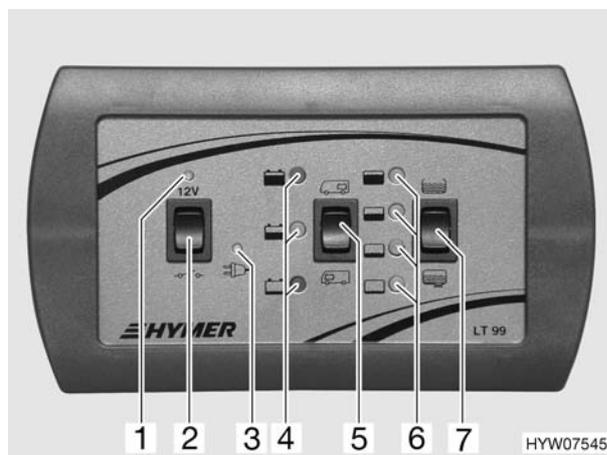

Fig. 53 Pannello di controllo
La centralina elettrica funziona solo in collegamento con il pannello di controllo (Fig. 53).
- Se necessario, inserire brevemente l'alimentazione a 12 V mediante l'interruttore principale 12 V (Fig. 53,2). Ciò è possibile solamente se la tensione della batteria è maggiore di 11 V. Se la tensione è minore di tale valore, l'alimentazione a 12 V può essere riaccesa solamente dopo che la batteria dell'abitacolo è stata ricaricata.
L'interruttore principale a 12 V (Fig. 53,2) inserisce o interrompe l'alimentazione a 12 V dell'abitacolo.
- Premere in alto l'interruttore a bilico (Fig. 53,2) "12 V": l'alimentazione a 12 V dell'abitacolo è inserita. La luce spia a 12 V (Fig. 53,1) diventa verde.
- Premere in basso l'interruttore a bilico (Fig. 53,2) "⏏": l'alimentazione a 12 V dell'abitacolo è disinserita. La luce spia (Fig. 53,1) si spegne.
Con l'interruttore a bilico di indicazione della batteria (Fig. 53,5) è possibile verificare lo stato di carica della batteria dell'abitacolo e di avviamento.
Dopo aver premuto l'interruttore a bilico, si accende la luce spia rossa, gialla o verde (Fig. 53,4).
L'interruttore a bilico di indicazione del livello dei serbatoi (Fig. 53,7) consente di verificare il livello del serbatoio dell'acqua e quello delle acque grigie.
Dopo aver premuto l'interruttore a bilico, si accende un LED (Fig. 53,6).
La luce spia per 230 V (Fig. 53,3) si accende in giallo quando all'ingresso della centralina elettrica è presente una tensione di rete.